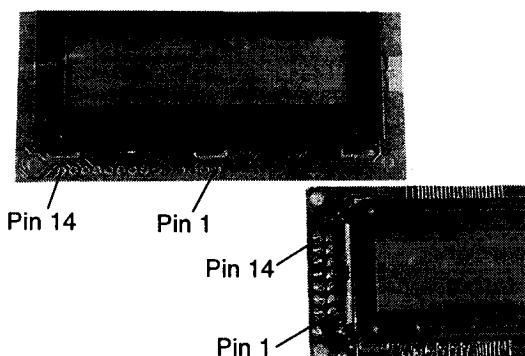

Figura 2.25. Configuración de pines de los módulos LCD
- La figura 2.25 muestra dos tipos de configuración de pines que se encuentran comúnmente, aunque cambian su ubicación, estos conservan las mismas funciones. Algunos módulos LCD tienen luz posterior o “backlight”, para mejorar su visualiza-